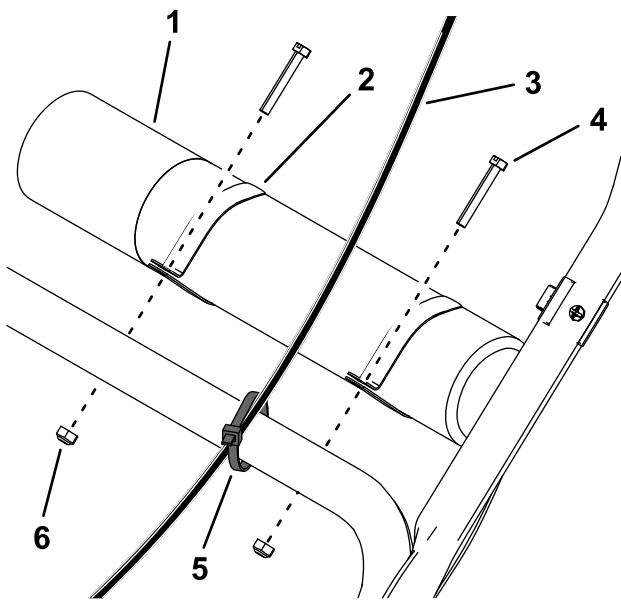

Figura 5
2. Fissate il cavo dell'acceleratore sulla stegola inferiore utilizzando una fascetta per cavi (Figura 5).
3. Fate scorrere i morsetti sul tubo del *Manuale dell'operatore* e montatelo sulla parte superiore della stegola inferiore utilizzando 2 bulloni a testa scanalata e 2 dadi di bloccaggio (Figura 5).